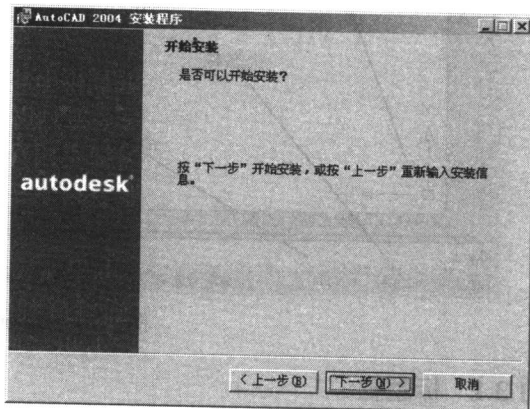

图 1-9 “开始安装”对话框
⑩ 确定安装路径后,单击“下一步”按钮,打开如图 1-9 所示的“开始安装”窗口,在该窗口中,如果单击“下一步”按钮,系统就会自动把 AutoCAD 2004 安装到计算机中。如果要修改前面的信息可以单击“上一步”按钮,返回到前面的窗口进行相应的修改即可。